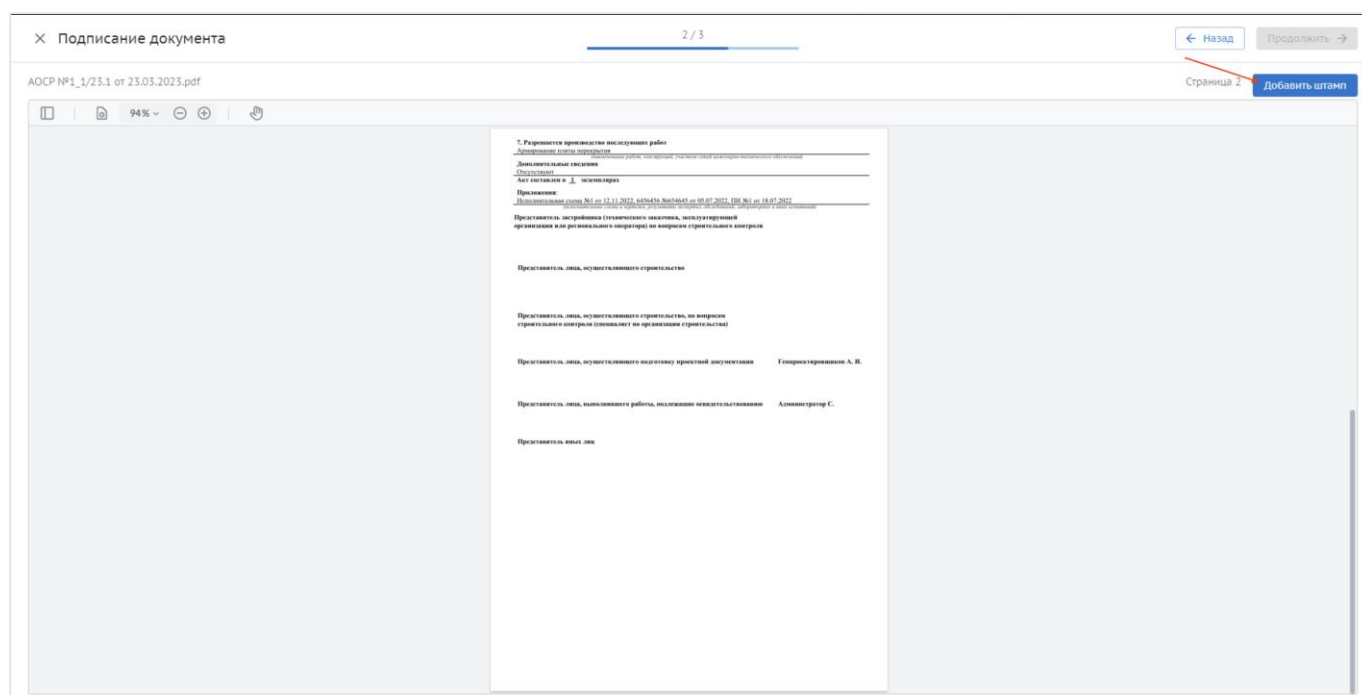

Рис. 76 – Добавление штампа ЭП
9. В открывшемся окне интерфейса подписания акта, необходимо добавить визуализацию штампа ЭП (рис. 76);